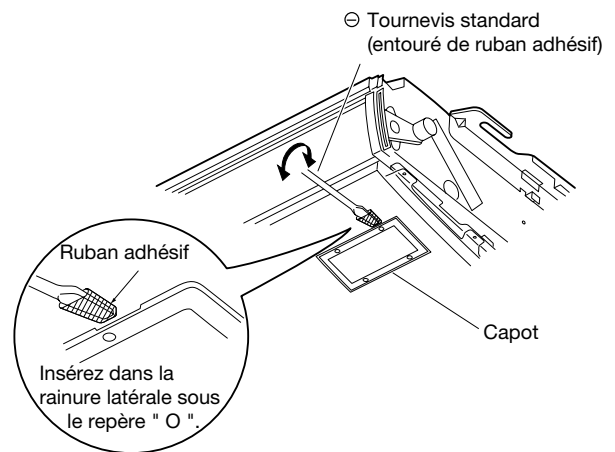

Fig. 3-8
2. Enveloppez l'extrémité de la lame d'un tournevis standard (plat) de ruban adhésif. Ensuite, insérez la lame du tournevis dans la rainure, sur le côté du capot, sous le repère "O" et exercez un effet de levier sur le capot pour l'ouvrir. (Fig. 3-8). (Veillez à ne pas griffer le panneau).